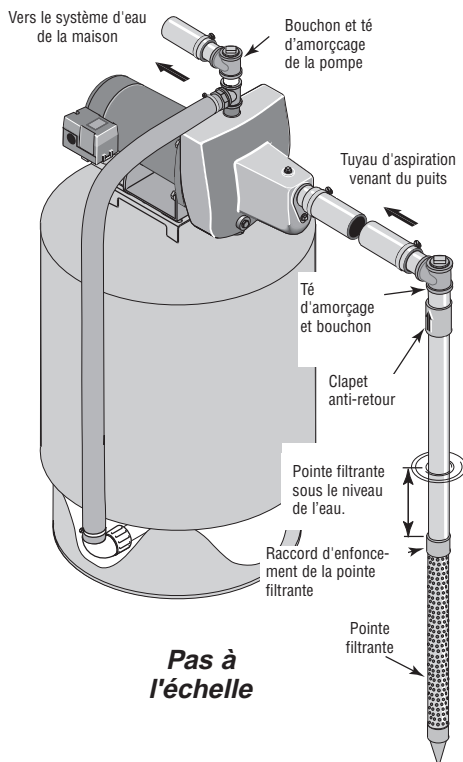

Figure 1 : Installation avec une pointe filtrante
INSTALLATION DE LA POINTE FILTRANTE (Figure 1)
- 3 ° Utiliser le moins possible de raccords (en particulier des coudes) lorsque l'on branche la tuyauterie de la pointe filtrante sur l'orifice d'aspiration de la pompe. Le diamètre du tuyau d'aspiration doit être au moins aussi grand que le diamètre de l'orifice d'aspiration de la pompe (y compris le clapet anti-retour si la pompe n'en comporte pas un - voir la Figure 1). Supporter le tuyau de façon qu'il ne soit pas cintré afin qu'il n'exerce pas de contraintes sur le corps de la pompe; de plus, il doit être légèrement incliné vers le haut, du puits jusqu'à la pompe (les points hauts risquent de causer des poches et des bouchons d'air dans la pompe). Rendre étanches les raccords du tuyau d'aspiration avec du ruban téflon ou une pâte pour raccords filetés à base de téflon. Les raccords doivent être étanches à l'air et à l'eau. *Si le tuyau d'aspiration aspire de l'air, la pompe ne pompera pas l'eau du puits.* Si une pointe filtrante ne fournit pas suffisamment d'eau, considérer brancher deux ou trois pointes filtrantes sur un même tuyau d'aspiration.